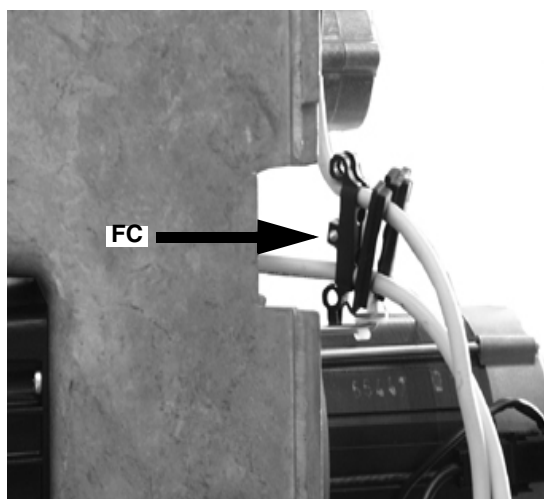

Рис. 39
- 3 Снять резиновую прокладку и группу кабельного зажима FC с гнезда (Рис. 39).